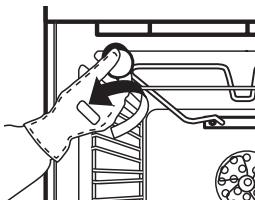

Fig. 5
2. Deșurubați capacul becului (Fig. 5), înlocuiți becul (vezi nota despre tipul becului) și însurubați la loc capacul becului.